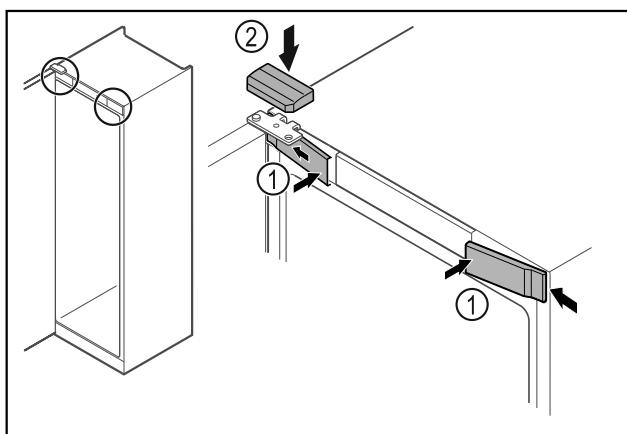

Fig. 67
- Передні кришки Fig. 67 (1) зачепити збоку та зафіксувати.
- Зафіксуйте верхню кришку Fig. 67 (2) зверху.